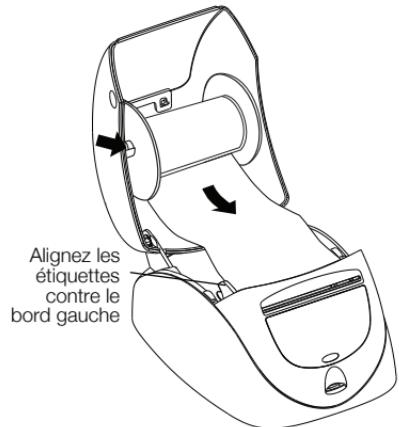

Figure 7
Pour que l'alimentation des étiquettes s'effectue correctement pendant l'impression, vous devez charger les étiquettes en insérant le bord gauche de l'étiquette contre le bord gauche de la fente de chargement d'étiquette. Voir Figure 7.
- 6 Insérez la bobine d'étiquettes dans la rainure du couvercle de l'imprimante de façon à ce que les étiquettes se déroulent par en dessous. Voir Figure 7.